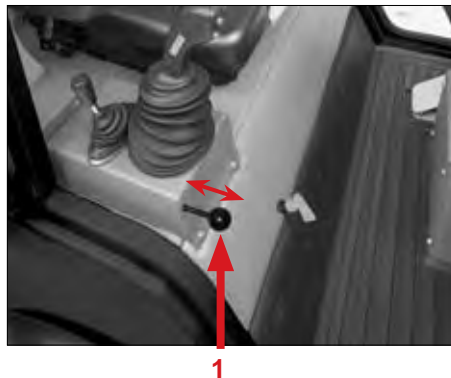

Fig. 36
Le système de blocage permet de protéger la flèche contre toute manipulation non souhaitée. Lorsque le système de blocage est activé, l'actionnement de la flèche n'est plus possible. Le blocage de la flèche n'est pas signalé par un témoin lumineux ; mais il est reconnaissable à la position du levier de commande (Fig. 36).
Actionner le système de blocage de la flèche en déplaçant le levier situé à droite du siège conducteur pos. 1 (Fig. 36).